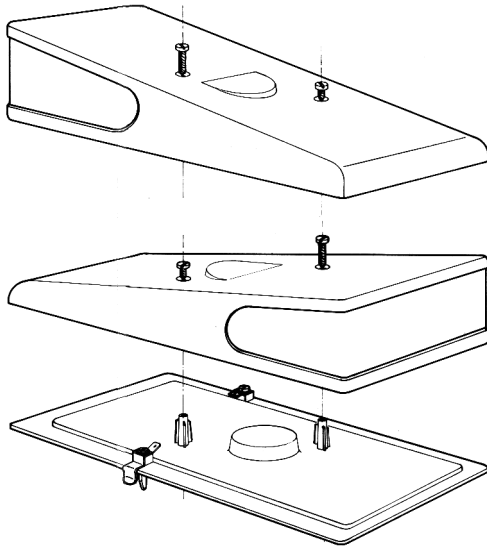

Bild 3
- 7 - Wechsel des Dias in dem beleuchteten Deckel (nur bei beleuchteten Deckeln des HT10 Linie): Schrauben und Rad des oberen Deckelteils (mit Dia) abziehen, der untere Teil bleibt in seiner Position. Schrauben wieder einsetzen (Bild 3).